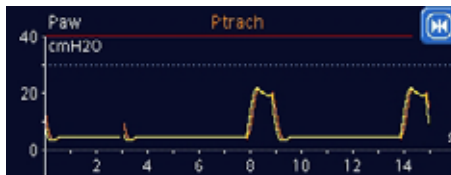

Рисунок 4-10. Кривые «Ртрахея» и «Рдп» при активной функции TRC
- После включения функции TRC отображаемый показатель «Рпик» может быть выше заданного значения РЕЕР/CPAP плюс значение «Руправл/Рподдерж», так как для преодоления сопротивления в трубке необходимо дополнительное давление. Внимательно следите за рассчитываемым показателем трахеального давления, которое отображается в виде оранжевой кривой. См. рис. 4-10.